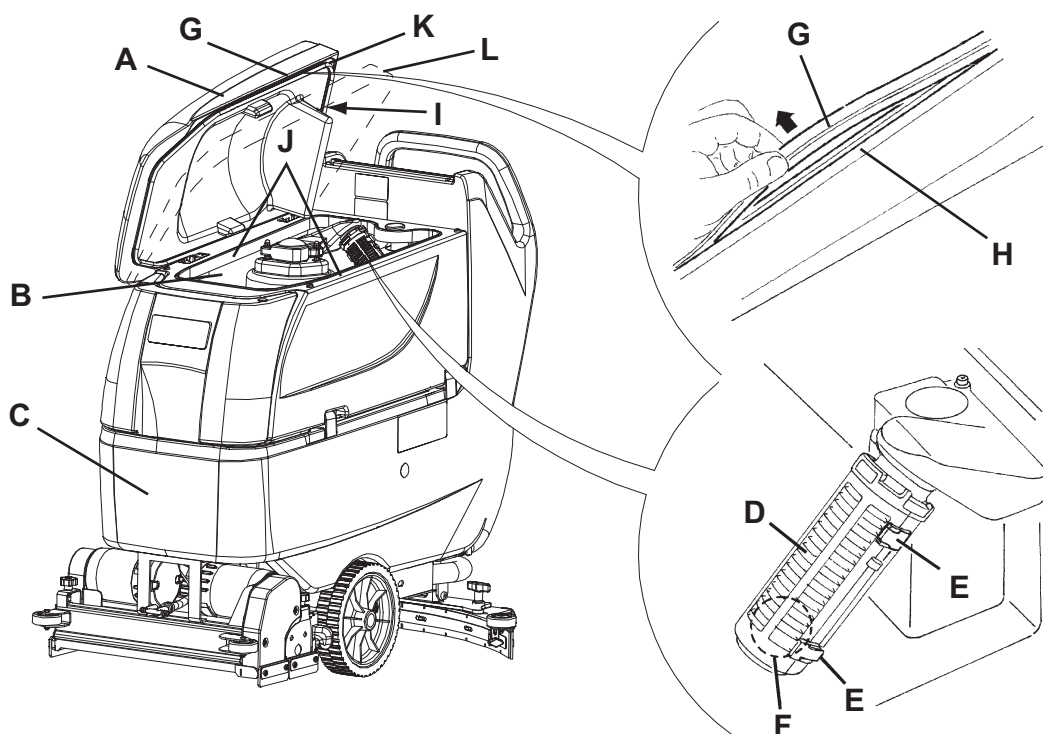

Figure 8
3. Ouvrir le couvercle (A, Fig. 8) et le porter dans la position de lavage (L).
4. Nettoyer et laver à l'eau propre le couvercle (A), les réservoirs (B et C) et la grille d'aspiration avec fermeture automatique à flotteur (D).
5. Si besoin est, dégager les dispositifs de retenue (E), ouvrir la grille (D), récupérer le flotteur (F) et nettoyer soigneusement ; enfin reposer en place.
6. Contrôler l'intégrité du joint d'étanchéité (G) du couvercle du réservoir.